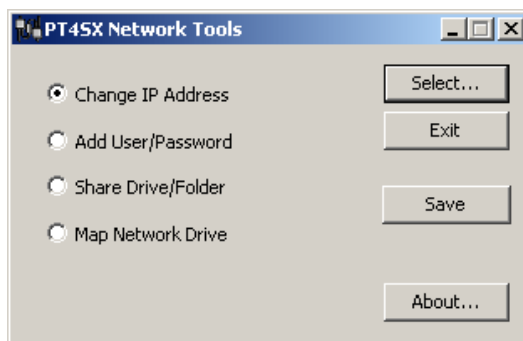

FIGURA 13.12.5
1. Presione la tecla física **SYS**, después la tecla de función **CONFIG NET**. Aparecerá la ventana de PT4SX Network Tools. Ver Figura 13.12.5.
6. Una vez completado, usted debe salvar todos los cambios hechos. Para hacerlo, simplemente haga click en el botón **SAVE** en la ventana de PT4SX Network Tools. Ver Figura 13.12.5.
Existen una vasta cantidad de utilerías en la ProtoTRAK SMX para ayudar a los Administradores de Redes o usuarios con experiencia a configurar la red. Para acceder a estas utilerías, presione la tecla física SYS en la ProtoTRAK SMX, después presione la tecla de función CONFIG NET. Ver Figura 13.12.5 de arriba.